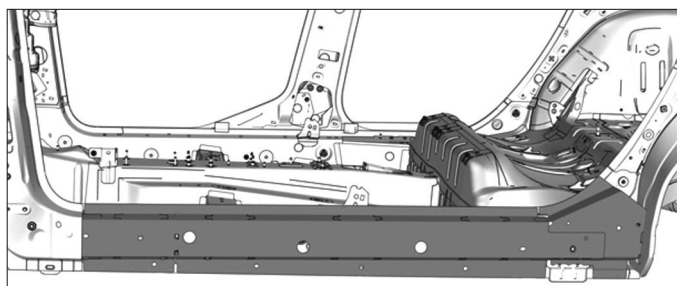

FIG. 84
- Positionner le renfort de bas de caisse puis le maintenir à l'aide de pinces-étaux (Fig.84).